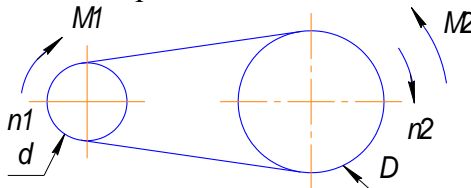

Рис. 4
4. В ременной передаче (рис. 4) с клиновым ремнем определить:  $D$  – расчетный диаметр большого шкива,  $M_1$  – момент на валу меньшего ведущего шкива диаметром  $d=100$  мм.  $U=3$  – передаточное число передачи,  $n_1=900$  об/мин,  $M_2=10$  Нм.